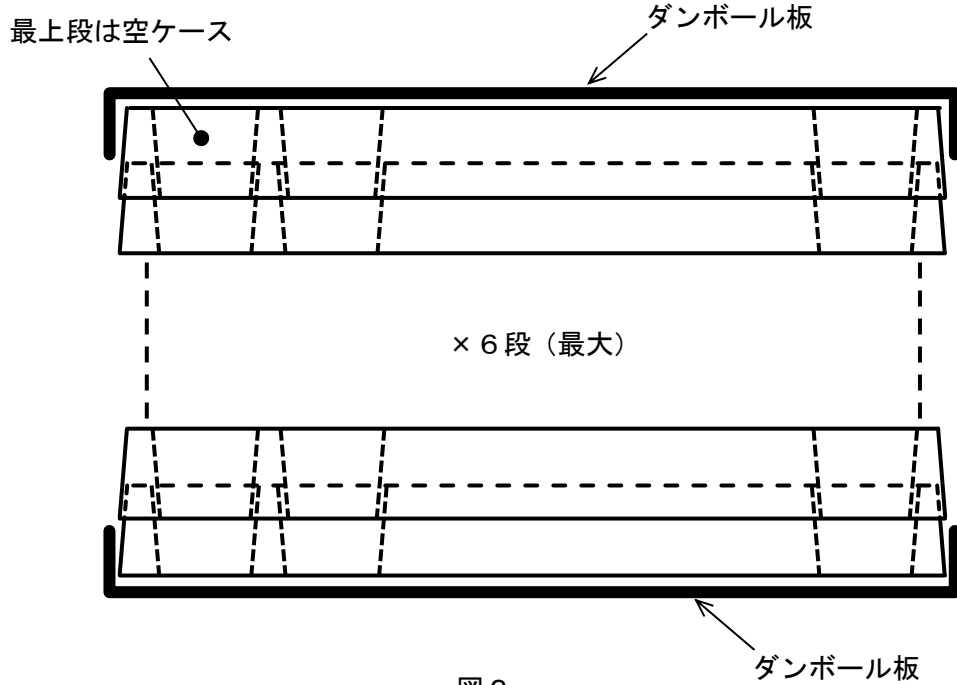

図2.
- (2) ケースを最大6段重ね（最上段は空）、ケースの変形を防止するためのダンボール板を上下に挟み、ゴムバンドで2か所を固定する。（図2. 参照）